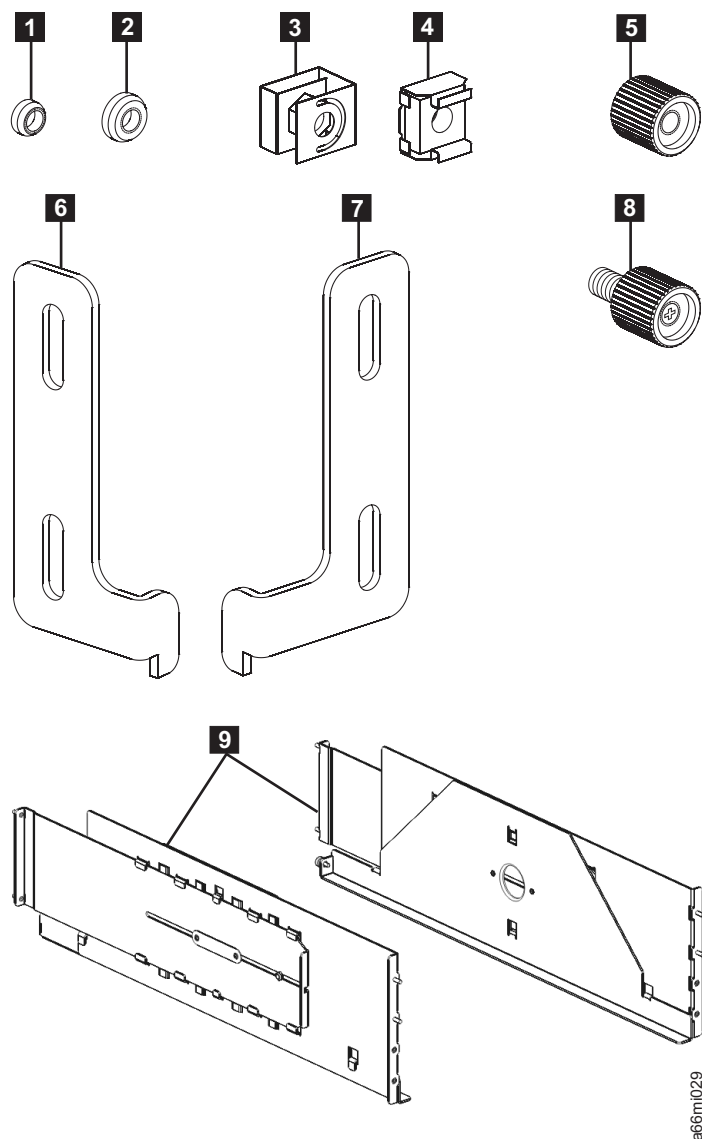

Рисунок 3-3. Аппаратное обеспечение Комплекта для монтажа в стойку (детали изображены на рисунке без соблюдения пропорций)
16	Центровочные гайки: <ul style="list-style-type: none"> • 8 для стоек с круглыми отверстиями (1 в рис. 3-3) • 8 для стоек с квадратными отверстиями (2 в рис. 3-3)
8	Черные гайки с накаткой (5 в рис. 3-3)
2	Уши стойки (6 и 7 в рис. 3-3):
4	Винты ушей стойки (8 в рис. 3-3):
2	Направляющие (9 в рис. 3-3)
8	Гайки с зажимами/гайки для рам: <ul style="list-style-type: none"> • 4 гайки с зажимами для стоек с круглыми отверстиями (3 в рис. 3-3 на стр. 3-5) • 4 гайки для рам для стоек с квадратными отверстиями (4 в рис. 3-3 на стр. 3-5)
2	Уши стойки (6 и 7 в рис. 3-3 на стр. 3-5):
4	Винты ушей стойки (8 в рис. 3-3 на стр. 3-5):
Направляющие (**9** в рис. 3-3 на стр. 3-5) в комплекте для монтажа в стойку занимают пять единиц EIA вертикальной стойки и устанавливаются в пяти нижних ячейках EIA расположения, выбранного для данной библиотеки.
3. Для библиотеки 14U установите гайки с зажимами(**3** в рис. 3-3 на стр. 3-5) для направляющих вертикальной стойки с круглыми отверстиями или гайки рамы (**4** в рис. 3-3 на стр. 3-5) для направляющих вертикальной стойки с квадратными отверстиями в передних направляющих в следующее положение:
1. Сложите направляющую (**9** в рис. 3-3 на стр. 3-5).
- Для направляющих вертикальной стойки с круглыми отверстиями используются круглые центровочные гайки (**1** в рис. 3-3 на стр. 3-5).
- Для направляющих вертикальной стойки с квадратными отверстиями используются квадратные центровочные гайки (**2** в рис. 3-3 на стр. 3-5).
- b. Поместите на каждый штифт гайку с накаткой (**5** в рис. 3-3 на стр. 3-5) и затяните.
- б. Поместите на каждый штифт гайку с накаткой (**5** в рис. 3-3 на стр. 3-5) и затяните.
- c. Вставьте винты (**8** в рис. 3-3 на стр. 3-5) в отверстия на правом ухе стойки (**7** в рис. 3-3 на стр. 3-5) и затяните их.